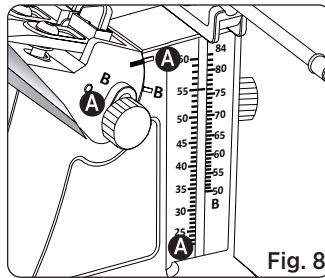

Fig. 8
4. Drehen Sie den Winkelverriegelungsknopf, um die Stützstange nach oben oder unten zu bewegen, bis die rote Linie mit dem gewünschten Winkel auf der Skala übereinstimmt (Siehe Fig. 8). Ziehen Sie dann den Winkelverriegelungsknopf fest an.